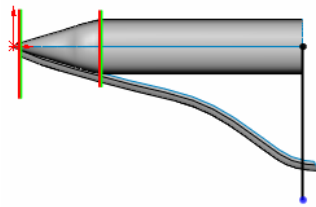

图 8-25 绘制的草图
⑨ 设置基准面。在左侧“FeatureManager 设计树”中用鼠标选择“前视基准面”，然后单击“标准视图”工具栏中的“正视图”图标, 将该基准面作为绘制图形的基准面。
⑩ 绘制草图。单击“草图”工具栏中的“直线”图标按钮, 绘制一条直线, 注意直线端点的几何关系, 直线的起始端点位于缝合曲面边线的中点处, 末端点位于侧翼外侧, 如图 8-25 所示。